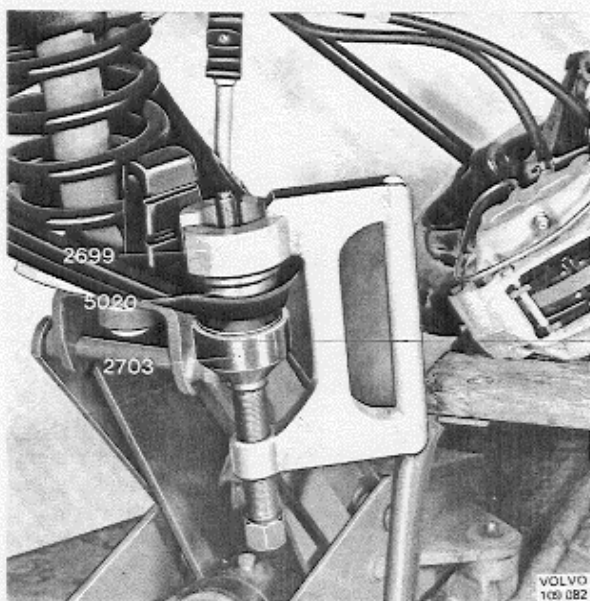

Abb. 36 Einbau des unteren Kugelgelenkes
2. Kugelgelenk mit Hilfe der Werkzeugkombination 2699 + 5020 + 2703 gem. Abb. 36 in den Querlenker einpressen. Sollte sich das Kugelgelenk dabei verkanten, wird das Preßwerkzeug um 180° geschwenkt und das Kugelgelenk anschließend in die richtige Lage gepreßt. Das Kugelgelenk muß spielfrei in den Querlenker eingepaßt sein.